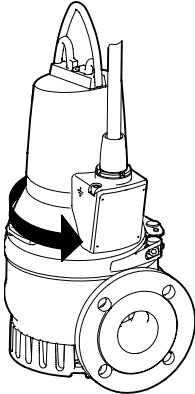

Fig. 9 Sentido en el arranque
3. Si está conectada correctamente, la bomba se moverá en el sentido opuesto al de giro, ver fig. 9. De lo contrario, intercambiar dos de las fases del suministro eléctrico.